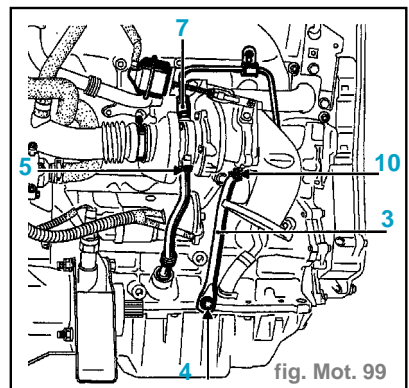

fig. Mot. 99
- la patte de fixation (**3**) ; pour déposer la vis (**4**) utiliser un outil de fabrication locale, sinon enlever la vis supérieure (**10**) (fig. Mot. 99),